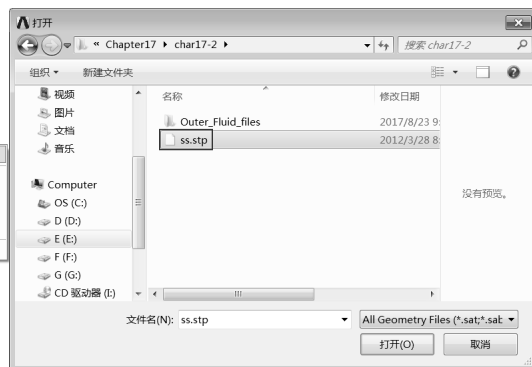

图 17-42 “打开”对话框
Step2：如图 17-42 所示，将文件类型设置成 STEP 格式，然后选择 ss.stp 文件，单击“打开”按钮。